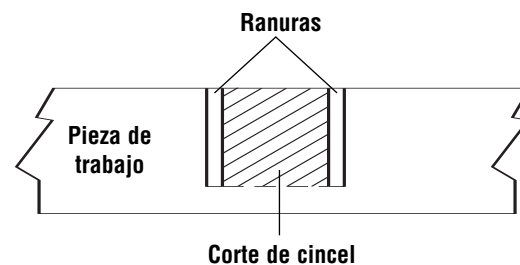

Figura 2. Ranura cortada de modo basto
6. Use un cincel para madera o haga múltiples pasadas deslizando la madera hacia un lado para quitar el material que está entre las ranuras exteriores (Figura 2).